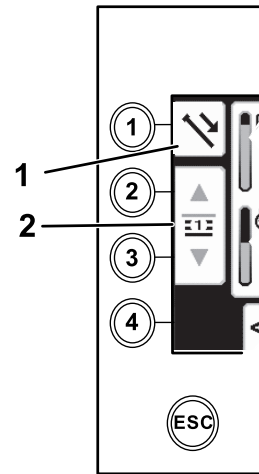

Bild 25
1. Drücken Sie die Taste 1, um Rohrschieben (Bild 25) auszuwählen.
2. Drücken Sie die Tasten 2 und 3, um die Reihe auszuwählen, von der Sie das Rohr holen möchten (Bild 25).